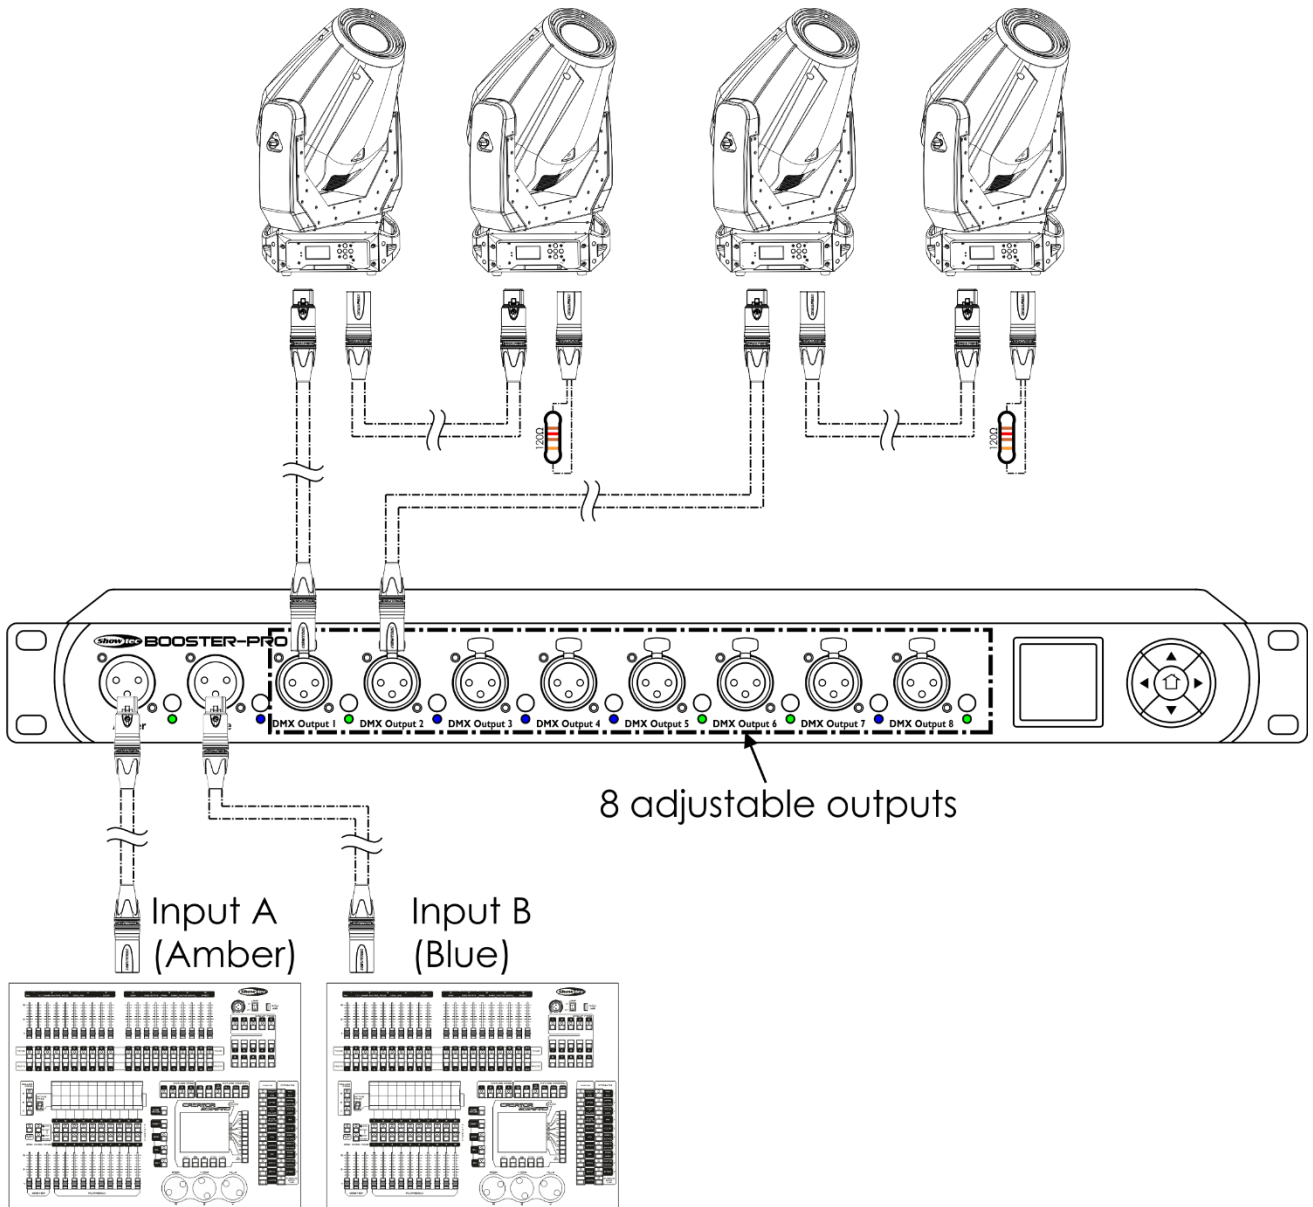

Fig. 04
- 05) Conecte las unidades entre ellas como se indica en la Fig. 04.